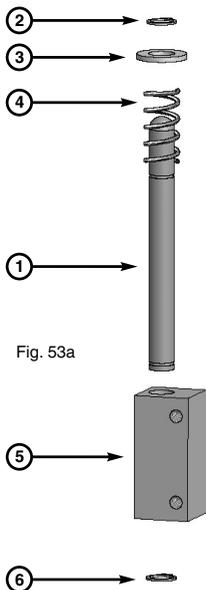

Fig. 53a
## Assemblaggio complessivo dispositivo di sgancio anta semifissa (Fig. 53a, b)
Montare il seeger 8mm (Fig. 53a, part. 2) nella sede opportuna sul Perno dispositivo sgancio semifissa (Fig. 53a, part. 1).
- una o più rondelle 8mm per ottenere il precarico voluto (Fig. 53a, part. 3)
- la Molla semifissa (Fig. 53a, part. 4)
- il Corpo dispositivo sgancio semifissa (Fig. 53a, part. 5)
Chiudere il tutto con il seeger 8mm (Fig. 53a, part. 6) nella sede opportuna.
**⚠ ATTENZIONE:** È possibile variare la forza di ritenuta dell'anta semifissa esclusivamente aggiungendo una o più rondelle (Fig. 53a, part. 3).
**ATTENZIONE:** Prestare particolare cura alla regolazione del dispositivo in quanto un eventuale errore ne può pregiudicare il corretto funzionamento. Non utilizzare le asole per variare il precario della molla, a tal scopo agire esclusivamente al momento dell'assemblaggio del dispositivo (Fig. 53a, b).
**⚠ ATTENZIONE:** Prestare particolare cura alla regolazione del dispositivo in quanto un eventuale errore ne può pregiudicare il corretto funzionamento. Non utilizzare le asole per variare il precarico della molla, a tal scopo agire esclusivamente al momento dell'assemblaggio del dispositivo (Fig. 53a, b).